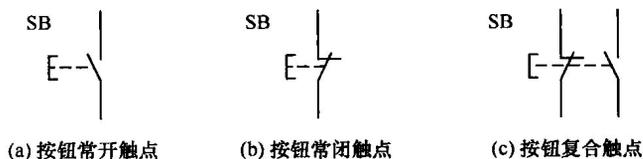

图 1.6 按钮的原理图符号
- ① 一般以绿色表示起动按钮，红色表示停止按钮。
- ② 选用起动按钮时，应用按钮的常开触点；选用停止按钮时，应用按钮的常闭触点。
- ③ 根据具体适用场合选择按钮种类，根据电路需要选择按钮数量。
- ① 按下按钮帽后，常开触点变为闭合状态，常闭触点变为断开状态。
- ② 松开按钮帽后，在复位弹簧的作用下，常开触点又变为断开状态，常闭触点变为闭合状态。
- 4) 按钮的原理图符号如图 1.6 所示。